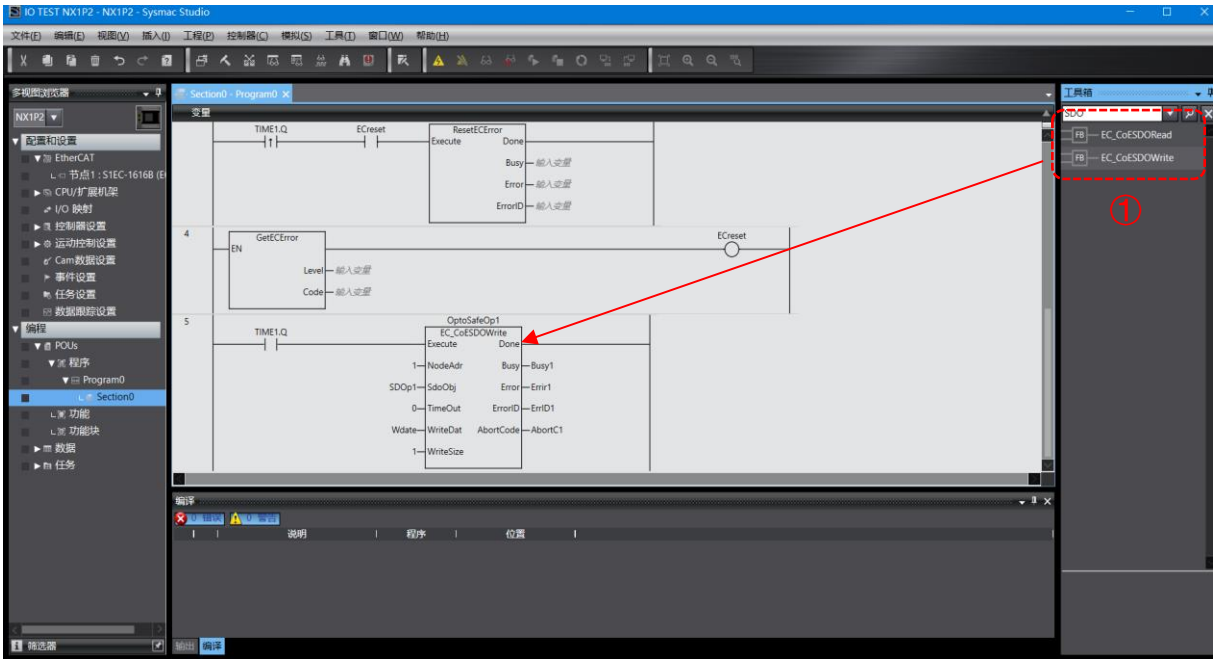

图 3.23
1、SDO 指令写入法：将指令拉入编程区域后填入相应的输入输出参数，数据类型采用系统自动默认的类型即可。如图 3.23